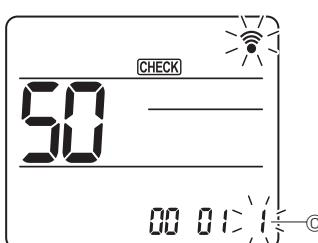

Fig. 6-19
④ Seleccionar o número de definição
- Utilize o botão **\downarrow** para alterar o número de definição **Ⓒ**. (Fig. 6-19)
⑤ Para seleccionar várias funções continuamente